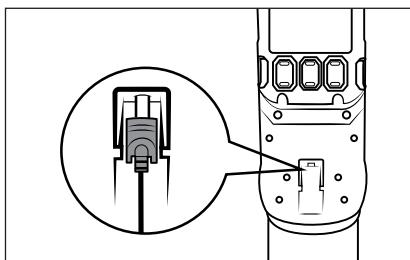

Abb. 8
- Der Staubsauger kann auch direkt über den Netzadapter 9 geladen werden. Entnehmen Sie dafür den Hohlstecker 10 durch eine leichte Drehung aus der Wandhalterung 17 und stecken Sie ihn in die Ladebuchse 2 am Gerät (siehe Abb. 8).